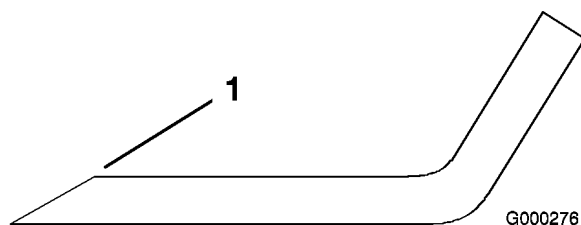

Figure 70
1. Au moyen d'une lime, aiguissez les tranchants aux deux extrémités de la lame (Figure 70). Veillez à conserver l'angle de coupe d'origine. Limez la même quantité de métal sur chacun des deux tranchants pour ne pas déséquilibrer la lame.